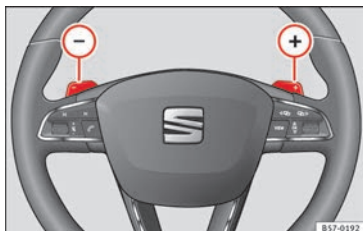

Fig. 184 Volante: palancas para cambio automático.
- Pulse la leva de cambio (+) para insertar una marcha superior »» **fig. 184**.